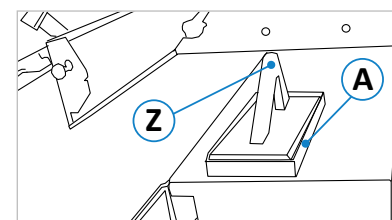

Figure 37 : bloc poussoir
- Pour le dégauchissage de pièces courtes, il faut utiliser le bloc poussoir (Z) fourni ou un bois coulissants.
- Lorsqu'il n'est pas utilisé, le bloc poussoir (comme illustré à la  $\Rightarrow$  Figure 37) doit être placé dans le compartiment (A) sur le socle de la machine.